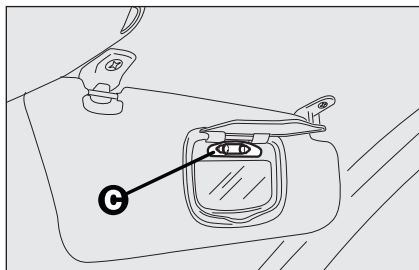

fig. 47
- remplacer l'ampoule **C-fig. 47** en la dégageant des contacts latéraux et en s'assurant que la nouvelle ampoule soit correctement bloquée entre les contacts mêmes.